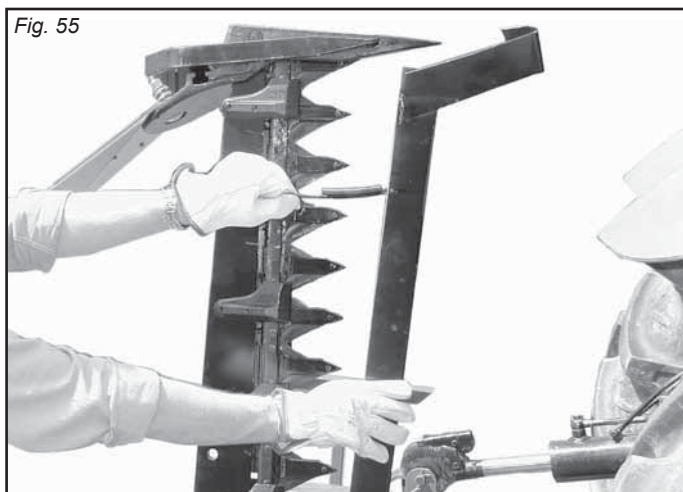

Fig. 55
- Acoperiți lamele de tăiere și frâna externă cu protecțiile corespunzătoare (Fig. 55).